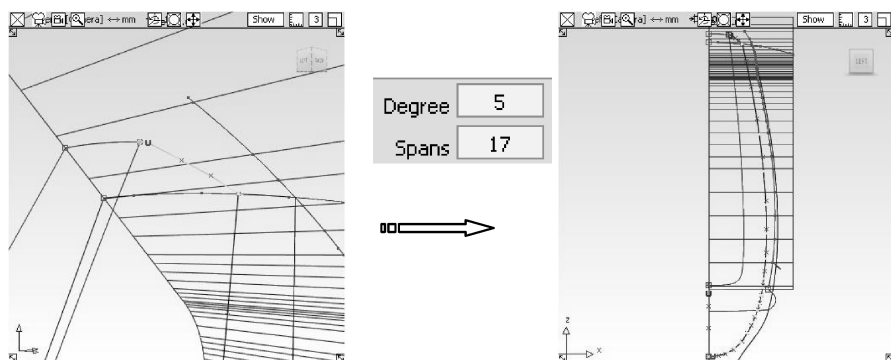

图 9-24 继续创建调整曲线
- 26 选择【New Edit Point curve】工具，连接鼓起曲面上端与平坦曲面上端的面上曲线端点，创建一条曲线，调整曲线的 CV 点，选择【Rebuild curve】工具，重建那条投影曲线，如图 9-24 所示。